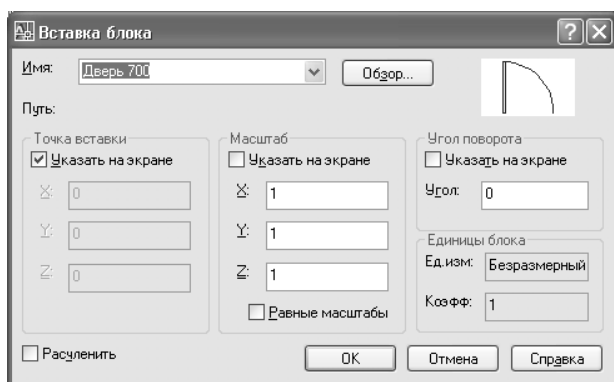

Рис. 7.11 ▼ Диалоговое окно **Вставка блока** (Insert)
1. Запустите инструмент  **Вставить блок** (Insert Block) панели инструментов **Черчение** (Draw). (Альтернативный метод запуска заключается в выборе команды меню **Вставить блок** (Insert Block) либо во вводе в командном окне команды **Вставить** (INSERT) или просто **в** (I).)
2. В списке **Имя** (Name) появившегося диалогового окна **Вставка блока** (Insert) отображается название пока что единственного определения блока чертежа Work071.dwg с именем **Дверь 700** (рис. 7.11).